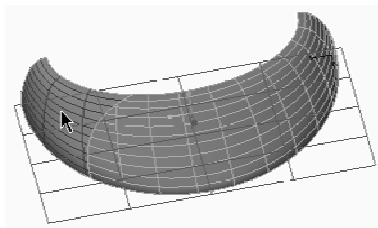

图 8-49 选择要删除的被修剪部分
⑥ 在“造型：曲面修剪”选项卡“删除”收集器的框中单击，以将该收集器激活，接着选择如图 8-49 所示的曲面部分，该部分为要删除的被修剪部分。